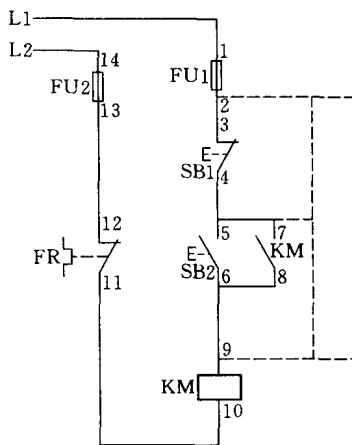

图 0-10 长短结合短接法
(2) 长短结合短接法。长短结合短接法检查断路故障如图 0-10 所示。